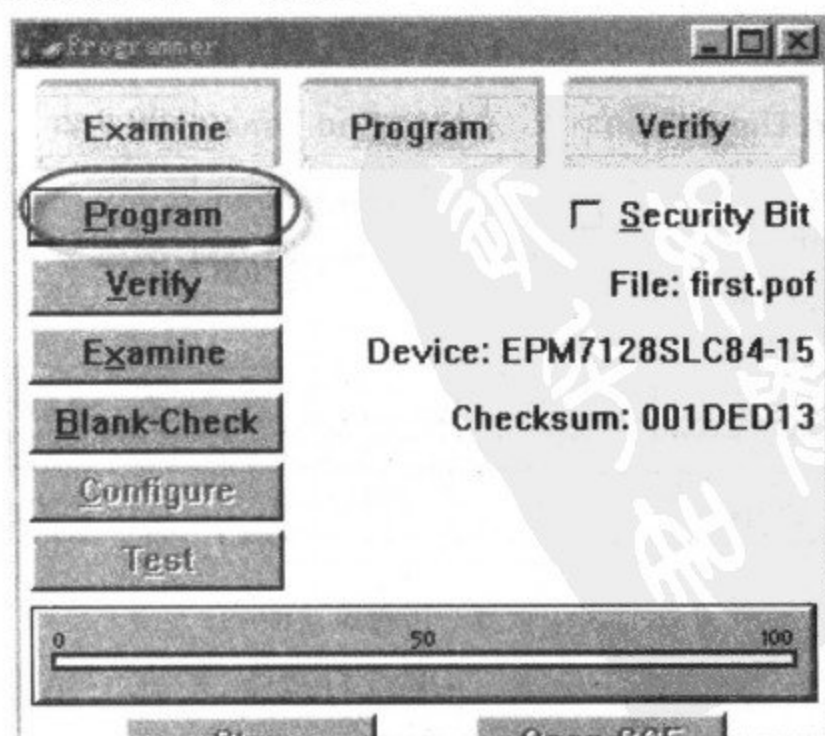
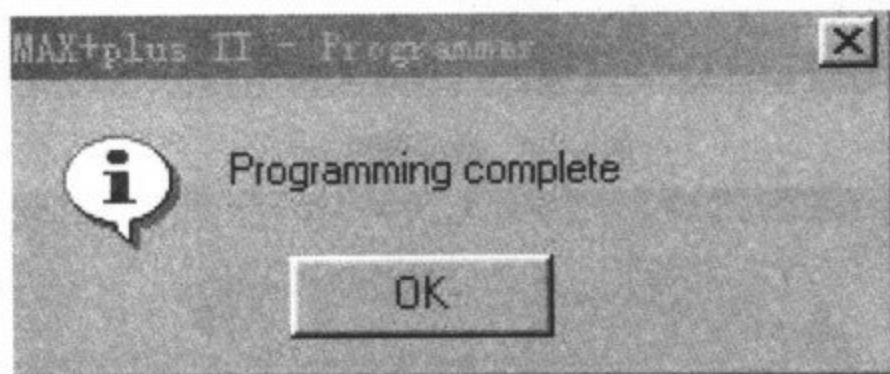

图 3-30 编程对话框
图 3-32 下载完成
(1) Altera 器件的编程可以通过专门的编程器和 JTAG 在系统编程等多种方法实现。取出 DP-MCU/Altera 实验仪随机附送的 JTAG 电缆, 并将 JTAG 下载电缆的两端分别接到 PC 机和 DP-MCU/Altera 实验仪的 JTAG 口 J4 上, 打开工作电源。
(2) 执行菜单栏中的 MAX+plusII→Programmer 命令, 对器件进行在线编程, 这时将弹出如图 3-30 所示的编程命令对话框。
(4)在图 3-30 所示的窗口中,选择 Program 命令就可开始对器件进行编程(若用户需要对程序加密处理,可选择 SecurityBit 选项)。可以看出,下载编程主要包括 Examine、Program 和 Verify 三大步,编程完毕后出现如图 3-32 所示的下载完成信息。